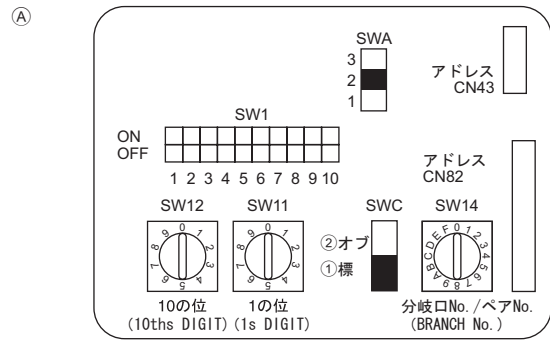

Fig. 6-4
6.5. Configuration des adresses (Fig. 6-4)
- (A) Panneau d'adresse
6.6. Détection de la température ambiante à l'aide du capteur intégré à la télécommande (Fig. 6-4)